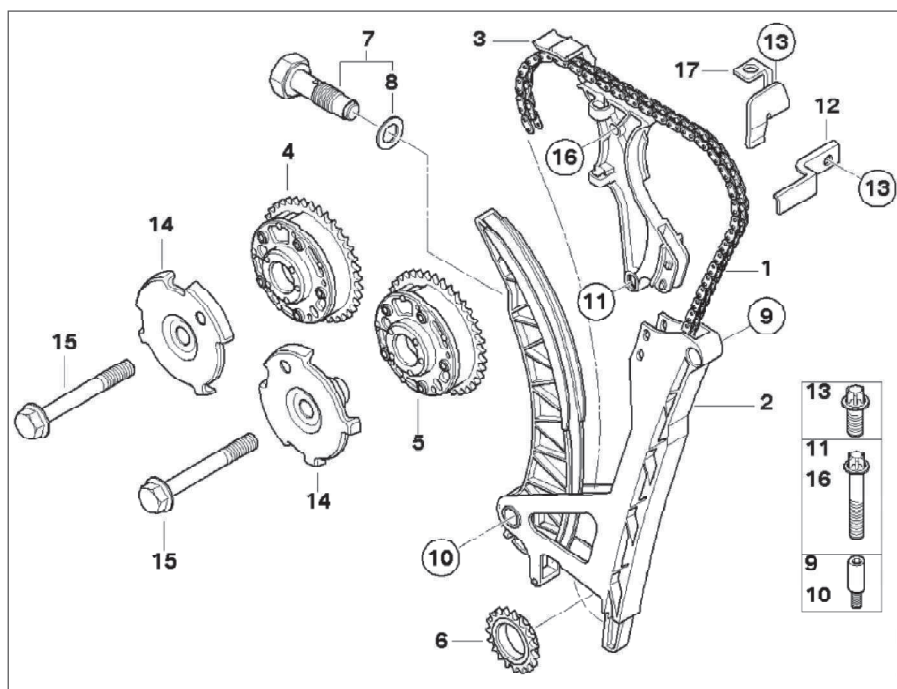

Рис. 4.41. Привод валов:
- Снять исполнительные узлы впуска и выпуска, вывернуть ослабленный центральный болт и снять ступицу. Вывернуть резьбовую пробку (10, см. рис. 3.32) и извлечь опорный палец (10, см. рис. 4.41) планки натяжителя цепи.
- Отсоединить ШС датчика положения распределительного вала. Вывернуть резьбовую пробку, снять нижний болт (11) и верхний болт (16) направляющей планки (3) цепи.
- Вывернуть резьбовую пробку, снять палец (10, см. рис. 4.41) шарнира направляющей планки (16) цепи. Снять верхнюю направляющую планку (3) цепи с приводной цепью (1), планкой (16) успокоителя цепи и планкой (2) натяжителя в сборе движением вверх. Оттянуть приводную цепь движением вниз и вынуть и снять звездочку (6).
- Если необходимо, имея под рукой тряпку для сбора масла, вывернуть плунжер (7, см. рис. 4.41) натяжителя цепи отвернув его гайку. Если натяжитель будет использоваться и далее, необходимо слить масло из полости втулки натяжителя. Для чего установить натяжитель на деревянную подкладку и осторожно дважды сжать его. При установке заменить уплотнительное кольцо (8) и затянуть натяжитель (M22x1,5) моментом 65 Н.м (6,5 кгс.м).
- Установить верхнюю направляющую планку (3) цепи с приводной цепью (1), планкой (16) успокоителя цепи и планкой (2) натяжителя в сборе движением сверху вниз.
- Вставить палец (10, см. рис. 4.41) шарнира планки (2) натяжителя и затянуть его. Заменить уплотнительное кольцо резьбовой пробки и затянуть пробку моментом 45 Н.м (4,5 кгс.м).
- Вставить палец (9, см. рис. 4.41) шарнира направляющей планки (17) и затянуть его. Заменить уплотнительное кольцо резьбовой пробки и затянуть пробку моментом 25 Н.м (2,5 кгс.м).
- Вставить верхний болт (16, см. рис. 4.41) верхней направляющей планки (3) цепи и завернуть его до прилегания. Вставить нижний болт (11) верхней направляющей планки (3) цепи и затянуть его. Затянуть верхний болт (16).